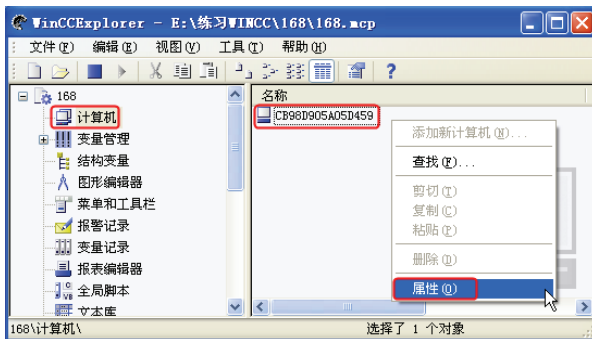
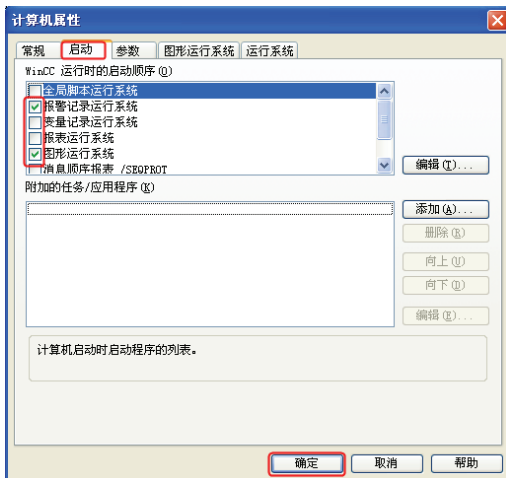

图 6-19 打开“计算机属性”对话框
图 6-20 激活“报警运行系统”
3) 修改启动中的选项。如图 6-19 所示，在资源管理器中，选中“计算机”，再选中右侧的计算机名（与不同的计算机相关），单击鼠标右键，弹出快捷菜单，单击“属性”命令，打开“计算机属性”对话框，如图 6-20 所示，选中“启动”选项卡，勾选“报警记录运行系统”和“图形运行系统”，单击“确定”按钮即可。